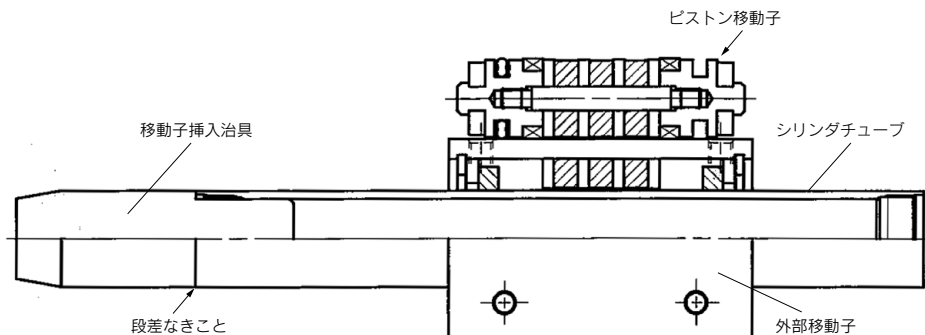

図5 正しい方向性(各移動子の中心に位置する)(φ10)
- (1) シリンダチューブ内周面にグリースを塗布してください。
- (2) ピストン移動子を外部移動子上に置いてください(φ6、φ10の場合)。φ6、φ10以外のサイズは各移動子の挿入方向性はありませんので作業不要です。
- (3) 図6のようにピストン移動子が外部移動子の中央で吸着できない場合は、ピストン移動子を180°反転して図5のようにしてください。間違った方向で各移動子をシリンダチューブに挿入すると、正常な磁石保持力は発生しません。また、正常なストロークも出ません。ご注意ください。
- (4) シリンダチューブに移動子挿入治具を挿入してください。
- (5) 各移動子が図5の状態であることを確認したうえで、グリースを塗布した外部移動子をシリンダチューブに挿入してください。
- (6) 移動子挿入治具をシリンダチューブから外してください。
- (7) グリースを塗布したピストン移動子をシリンダチューブに挿入してください。
- (8) 外部移動子を手で複数回移動させ、グリースをシリンダチューブ全体になじませてください。
- (9) 外部移動子をストローク端に移動させ、ピストン移動子端面に付着した余分なグリースを軽くふき取ってください。
- (10) シリンダチューブのねじ部に付着したグリースをアルコールなどでふき取った後、接着剤：ロックタイトNo.542(赤色)をシリンダチューブまたはヘッドカバーのねじに塗布してからヘッドカバーを締付けてください。